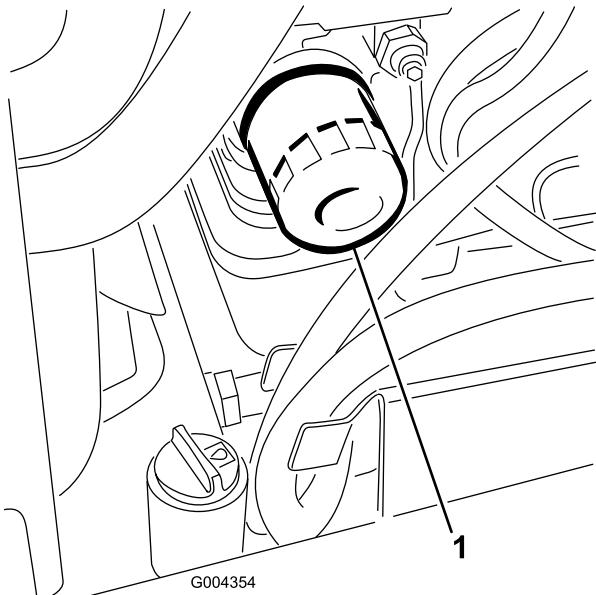

Figura 45
4. Retire o filtro do óleo (Figura 45).